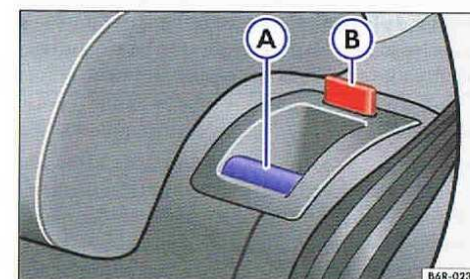

Fig. 32 Banquette arrière : touche de déverrouillage ① et repère rouge ② du dossier de banquette arrière.
- Tirez la touche de déverrouillage ⇒ fig. 32 ① vers l'avant et escamotez simultanément le dossier de banquette. Dans le cas de dossier de banquette en une pièce, les deux touches de déverrouillage doivent être tirées en même temps vers l'avant.
- Le repère rouge sur la touche de déverrouillage ⇒ page 57, fig. 32 indique que le dossier de banquette arrière n'est pas encliqueté ; lorsque le dossier est encliqueté, le repère rouge ne doit pas être visible.